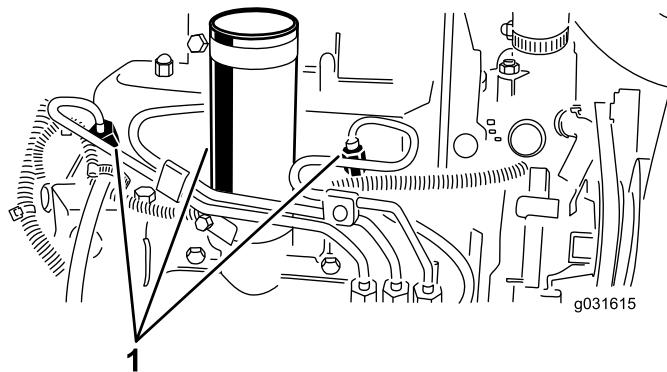

図 54
1. 燃料噴射ポンプの No.1 インジェクタノズル図 54 のパイプ接続部をゆるめる。